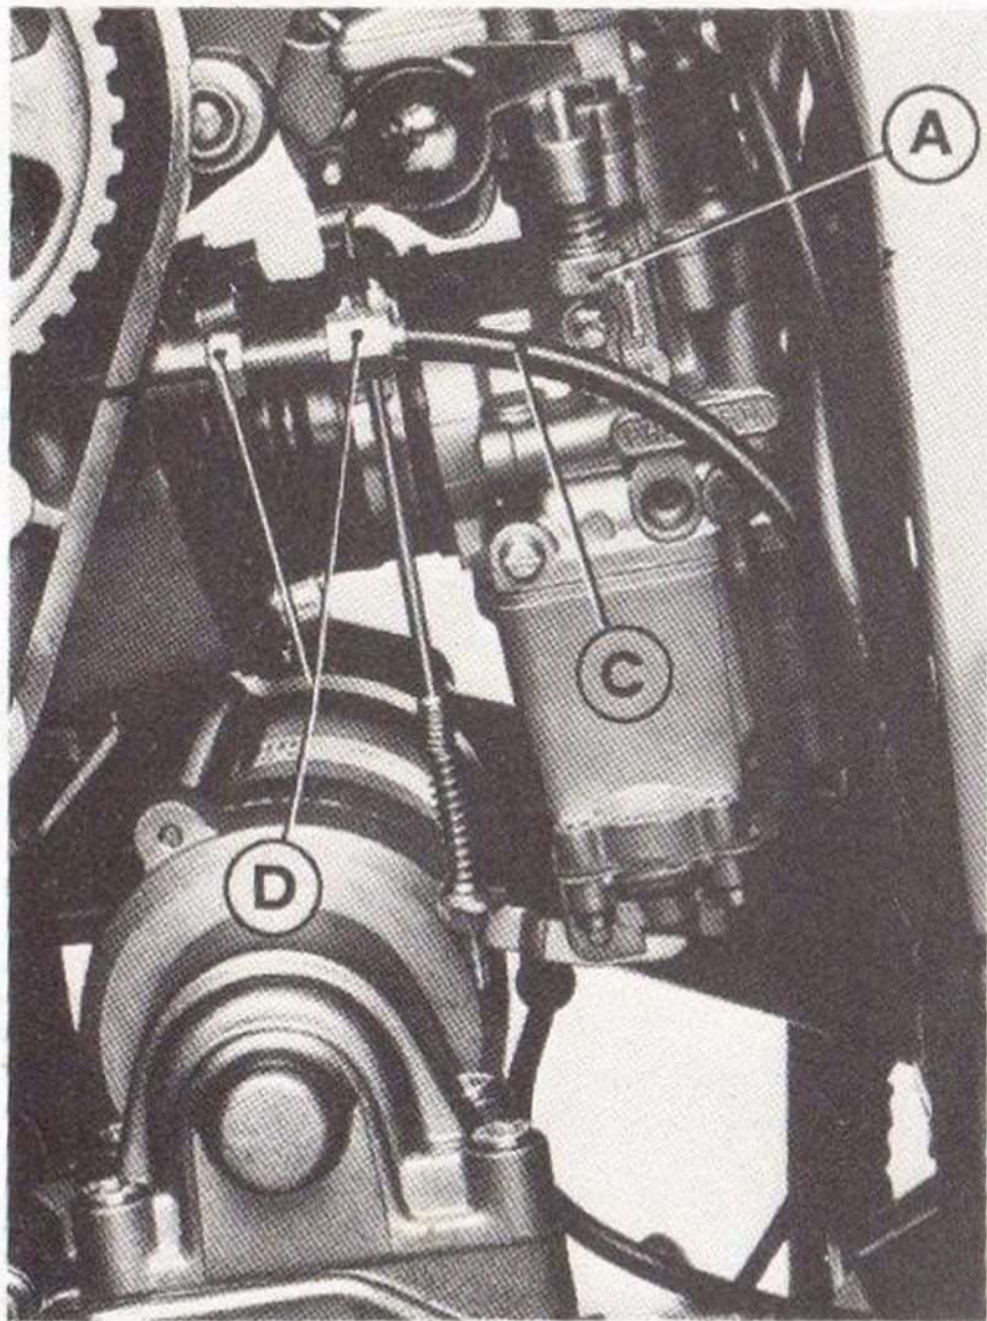
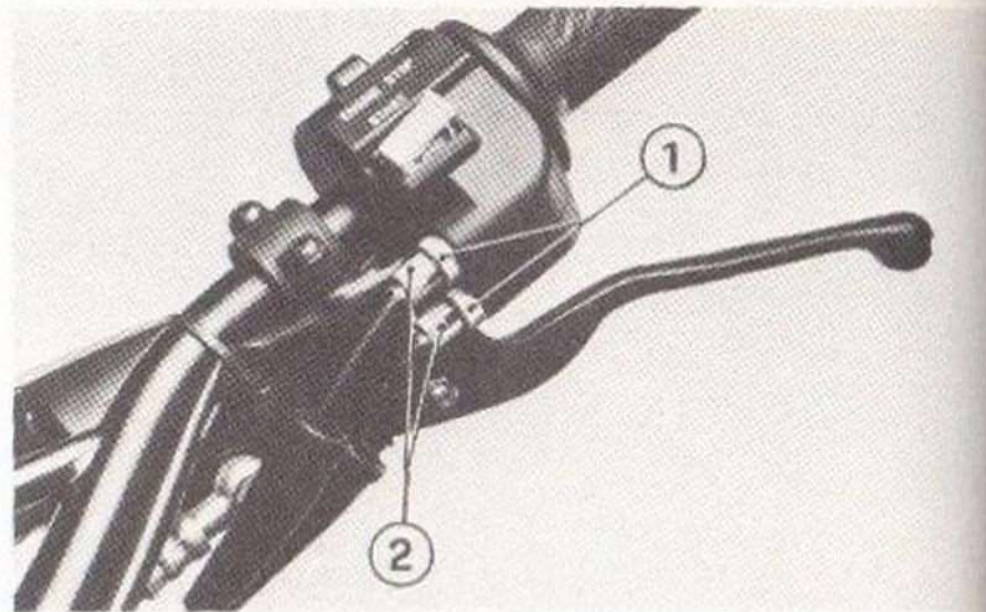
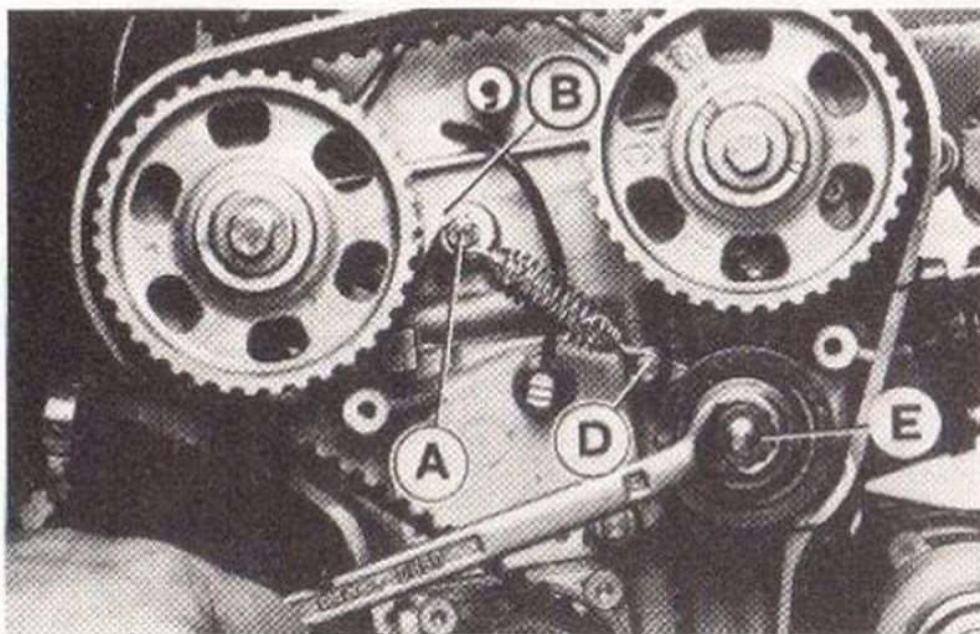
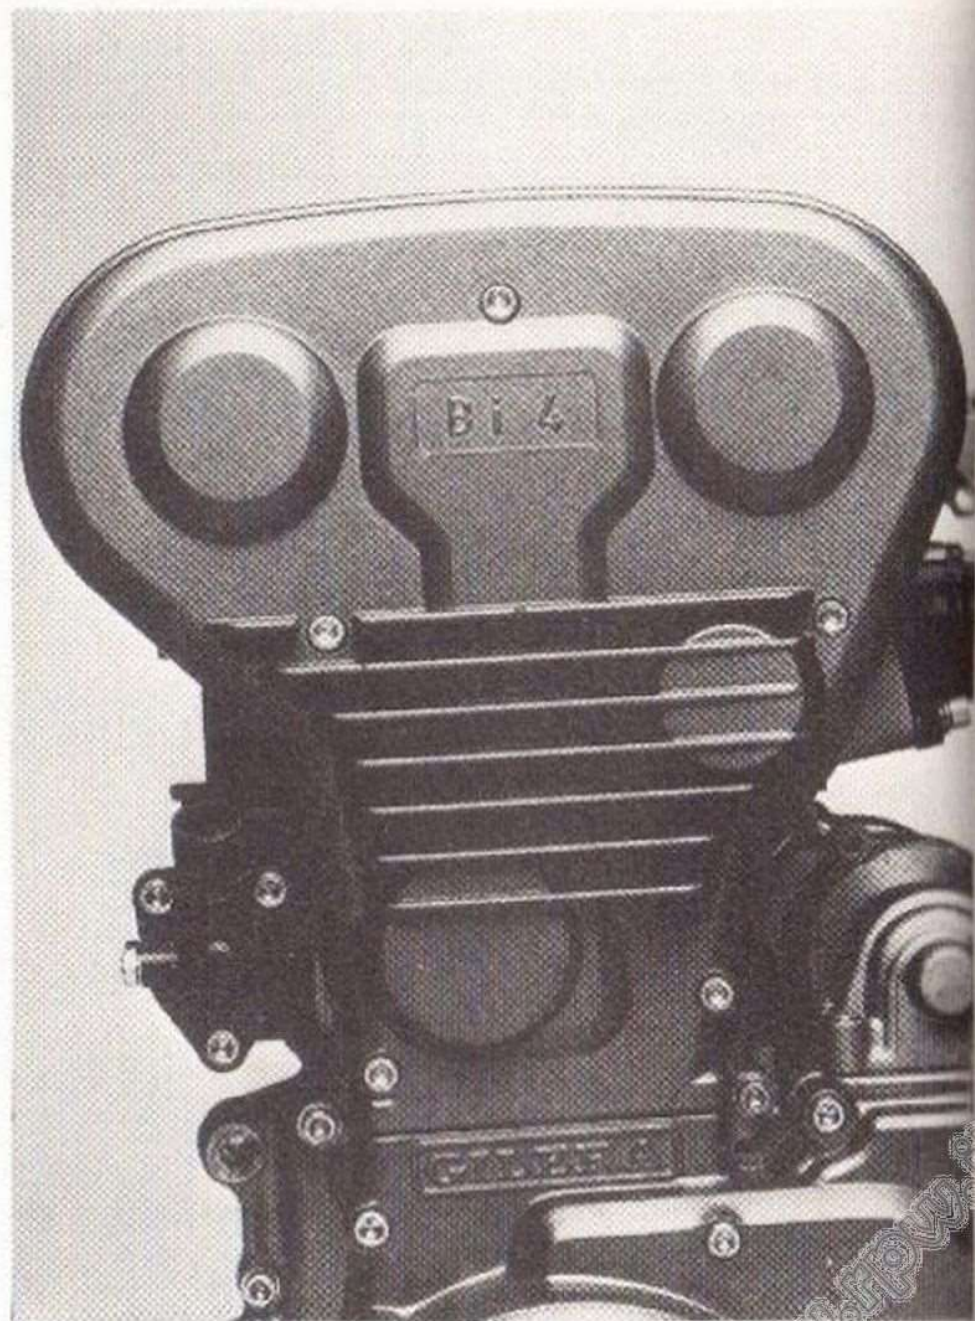

Fig. 19
Fig. 20
Fig. 23
Fig. 24
<p>REGISTRAZIONE CARBURAZIONE</p> <p>REGOLAZIONE DEL MINIMO</p> <p>REGOLAZIONE DEL COMANDO ACCELERATORE</p>	<p>Tali operazioni, di norma non necessarie, debbono essere eseguite da personale esperto.</p> <p>Regolare il minimo ottimizzandolo a <math>1.300 \div 1.400</math> giri del motore agendo sull'apposita ghiera zigrinata posta sul lato sinistro del carburatore (Fig. 19 Part. A).</p> <ol style="list-style-type: none"> <li>1) Assicurarsi che anche sterzando completamente sia a destra che a sinistra il comando del gas possa ruotare regolarmente.</li> <li>2) Controllare la corsa a vuoto della manopola: essa deve essere di <math>1 \div 2</math> mm. Misurata sul bordo della manopola stessa. Se necessario, procedere alla regolazione allentando i controdadi (1) e ruotando il registro a vite (2) (vedi fig. 20).</li> </ol> <p>ATTENZIONE  A registrazione avvenuta verificare che i due cavi che escono dal comando presentano lo stesso minimo di gioco.</p>
REGOLAZIONE E CONTROLLO DELLA TENSIONE E DELLA CINGHIA DI DISTRIBUZIONE	<p>Questo controllo deve essere effettuato a motore freddo. Rimuovere il serbatoio benzina e il coperchio in materiale sintetico posto sul lato sinistro della testa. (Fig. 24) Montare la molla (CONTENUTA NEGLI ATTREZZI DI CORREDO) agganciandola sui perni A e D di Fig. 23. Allentare il dado E del galoppino e ruotare l'albero motore agendo sulla leva di avviamento fino a portare il pistone al punto morto superiore con valvole chiuse. La molla, precedentemente agganciata, che agisce sul galoppino provvederà automaticamente al caricamento della cinghia con la giusta tensione. Ribloccare il dado E con una coppia di 3 Kgm. quindi staccare la molla riponendola negli attrezzi di corredo.</p> <p>ATTENZIONE:</p> <ul style="list-style-type: none"><li>— Evitare di muovere le pulegge della distribuzione agendo sui bulloni di fissaggio e comunque non muovere mai il motore in senso inverso al normale senso di rotazione.</li><li>— Verificare la tensione della cinghia ogni 5.000 Km.</li><li>— Sostituire la cinghia di distribuzione ogni 15.000 Km.</li><li>— Per la registrazione della cinghia di distribuzione attenersi scrupolosamente alla descrizione del paragrafo precedente.</li></ul>
<p>REGISTRAZIONE E CONTROLLO SISTEMA DI DECOMPRESSIONE</p>	<p>Rimuovere il coperchio della cinghia di distribuzione; assicurarsi che la trasmissione di comando del decompressore sia ben regolata, in particolare:</p> <ul style="list-style-type: none"> <li>— La levetta «B» deve essere in appoggio o staccata al massimo di 1,5 mm. dal perno «A» (vedi fig. 23 part. B).</li> <li>— La guaina «C» non deve avere gioco nel suo alloggiamento (vedi fig. 19 part. C).</li> </ul> <p>Effettuare la regolazione agendo sul registro B (Vedi fig. 19 part. D.).</p>